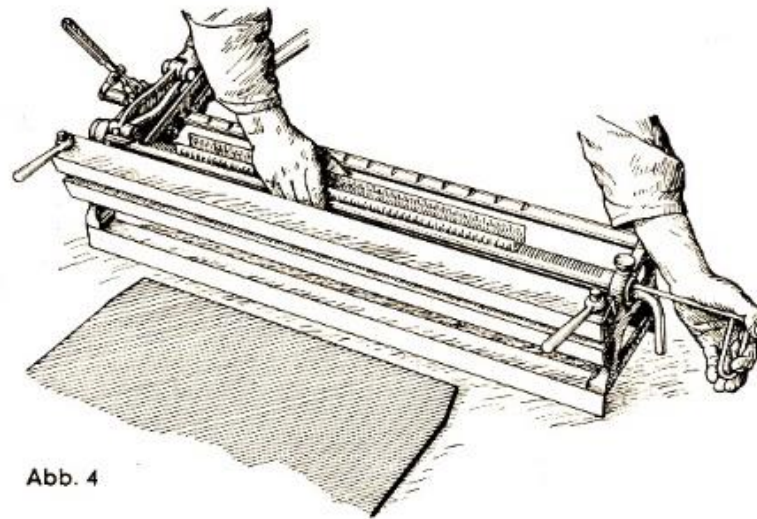

Abb. 4
10. Ösenstift in die Exzenterwelle des Kammrohres einführen (Abb. 4)